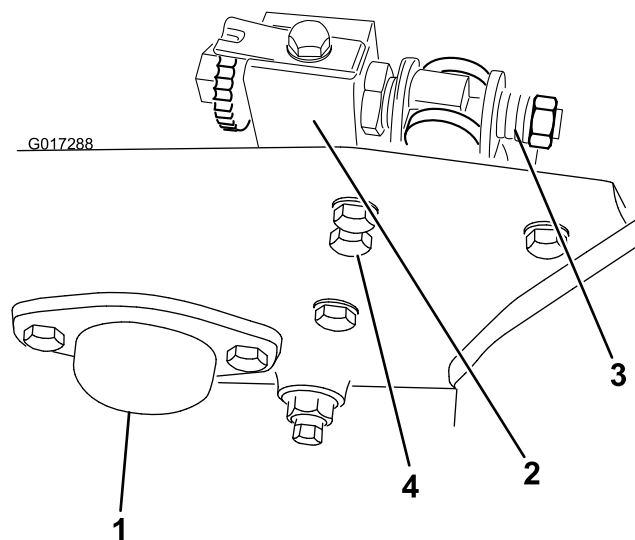

Рисунок 3
5. Удалите два колпачковых винта и контргайки крепления торцевой крышки к левому корпусу подшипника барабана и боковой пластине машины. Снимите и сохраните торцевую крышку и монтажные винты для использования в случае, если механическая щетка будет впоследствии снята (Рисунок 3).
6. Используя стандартный ключ на 7/8, ослабьте винты натяжения пружины на правом и левом устройствах регулировки неподвижного ножа (Рисунок 3). Ослабьте винты настолько, чтобы упорные шайбы уже не прижимались к неподвижному ножу.
7. Ослабьте два колпачковых винта с шайбами, с помощью которых левая рама устройства регулировки неподвижного ножа присоединяется к боковой пластине (Рисунок 3).